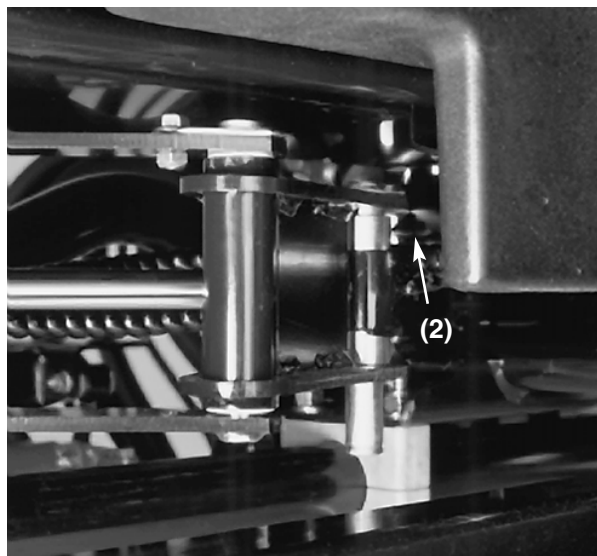
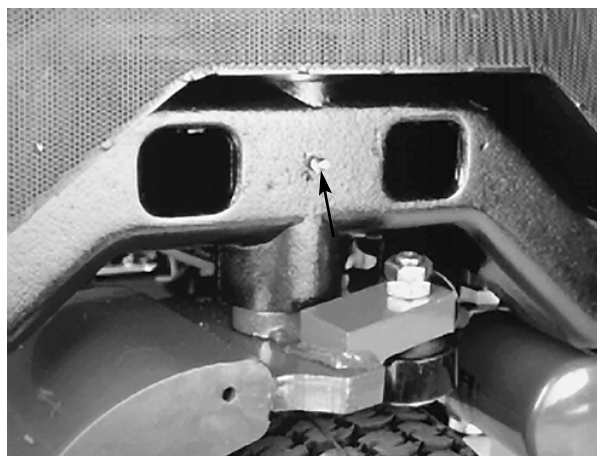
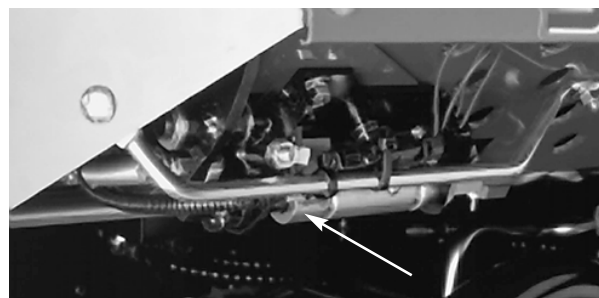

Bild 20
Bild 21
Bild 26
Fetten Sie die folgenden Lager und Büchsen der Zugmaschine: Drehzapfen—Schneidwerk hinten (Bild 18), Drehzapfen—Schneidwerk vorne (Bild 19), Zylinderenden—Ausleger (2) (nur Modell 03201) (Bild 20), Lenkdrehzapfen (Bild 21), Drehzapfen—Hubarm hinten und Hubzylinder (2) (Bild 22), Hubarmdrehzapfen links vorne und Hubzylinder (2) (Bild 23), Hubarmdrehzapfen rechts vorne und Hubzylinder (2) (Bild 24), Neutraleinstellmechanismus (Bild 25), Mähen-/Transportschieber (Bild 26), Riemenspann-Drehzapfen (Bild 27) Lenkzylinder (Bild 28). **Anmerkung:** Auf Wunsch kann am anderen Ende des Lenkzylinders ein weiterer Schmiernippel eingebaut werden. Entfernen Sie den Reifen, schrauben den Nippel ein, fetten, entfernen den Nippel und stecken den Stöpsel (Bild 29) wieder ein. **WICHTIG: Fetten Sie das Verbindungsrohr am Ausleger nicht; die Lagerblöcke sind permanent geschmiert.**